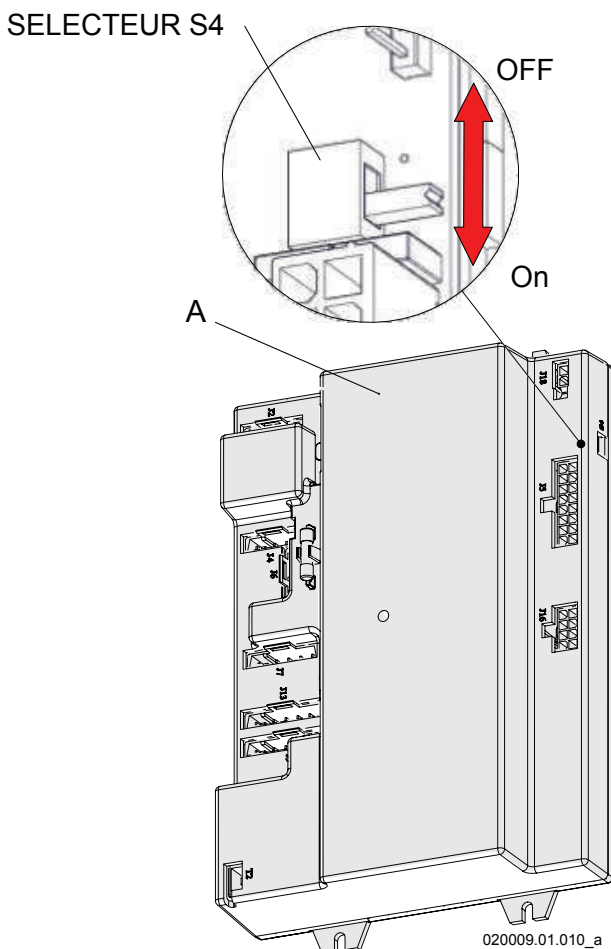

Figure 18-11 - Carte de commande
9. Déplacer le sélecteur "S4" comme sur la figure 18-11, de la position OFF à la nouvelle position ON ;